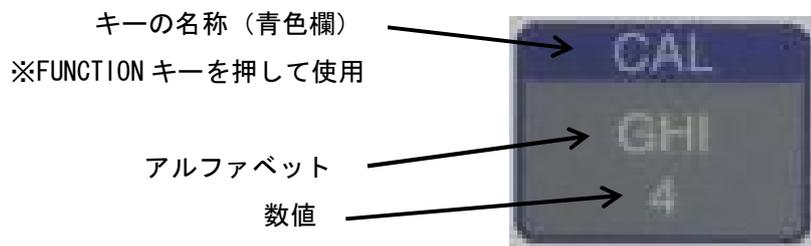

図7
- 各キーには、下記図7の様にキーの名称、アルファベット、数値が記載されています。